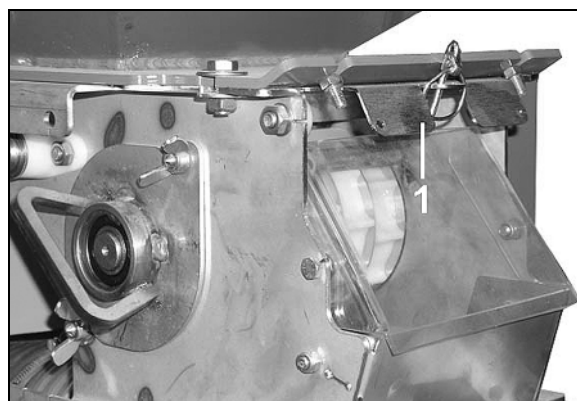

Fig. 122
- 3.1 Ind-/udklapning af udliggere: Træk to ventilstifter (Fig. 122/1) ud af ventilerne, og drej dem 45 grader for at låse dem.
- 3.2 Spormarkører: Drej to ventilstifter (Fig. 122/2) ud af ventilerne.
Ventilstifterne (Fig. 122/1,2) sættes tilbage i normalstilling.